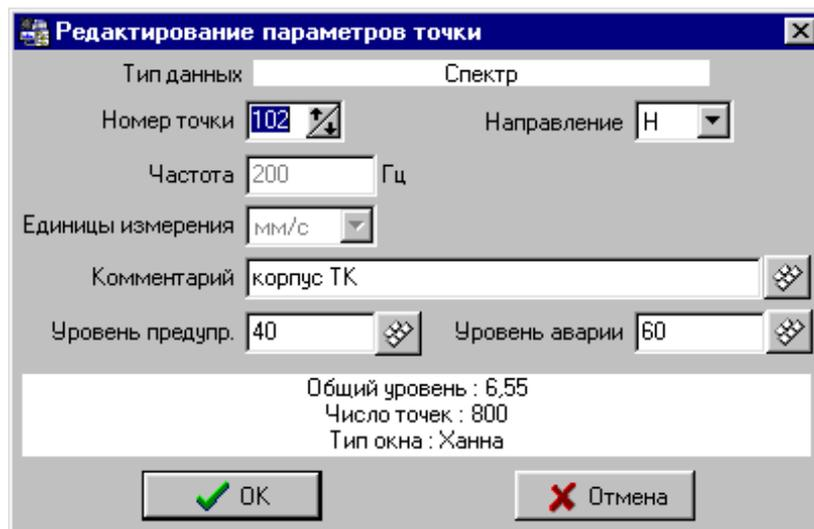

Рис.2.6. Атрибуты измерения.
**1.2.3.** Для изменения атрибутов замера выбрать нужную инспекцию, раскрыть ее, выбрать нужный замер (точку) и выбрать последовательно пункты меню **Правка/Редактировать объект**. В открывшемся окне (рис.2.6) скорректировать информацию и нажать кнопку **ОК**. Направление выбирается из списка, номер точки может быть введен вручную либо щелчком мыши на стрелках справа от поля последовательным увеличением или уменьшением значения. Для отказа от сохранения информации нажать кнопку **ОТМЕНА**.